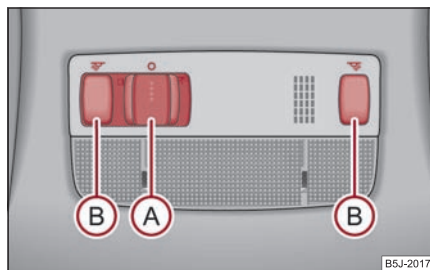

Fig. 54 Imagine din plafon:
- Dacă apăsați întrerupătorul  spre dreapta, apare simbolul  ⇒ fig. 54.
- Apăsați întrerupătorul **(B)** ⇒ **pagina 56, fig. 54**, pentru a aprinde sau stinge lumina de citit din dreapta, respectiv din stânga.